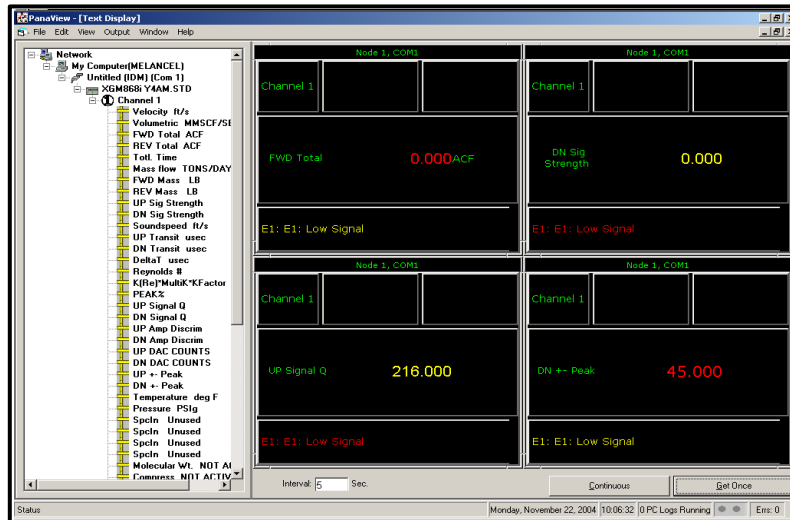

Figura 20: Múltiples pantallas de texto en la ventana de *Visualización de texto*
2. Repita el paso 1 para los parámetros de proceso adicionales que desee, haciendo doble clic sobre ellos en el árbol de red de PanaView. PanaView coloca automáticamente en mosaico las múltiples pantallas de texto en el panel derecho de la ventana *Visualización de texto*, como se muestra en la Figura 20.